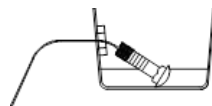

Figura 2
4. Hale el alambre de insertar con los fijadores hacia su ubicación, a través del orificio. Deje el alambre de insertar unido. Repita el mismo proceso en ambos largueros del bastidor. Empuje los fijadores de nuevo hacia los rieles del bastidor con el alambre de insertar unido, para permitir que el enganche se acomode en su posición. Ver Figura 2.